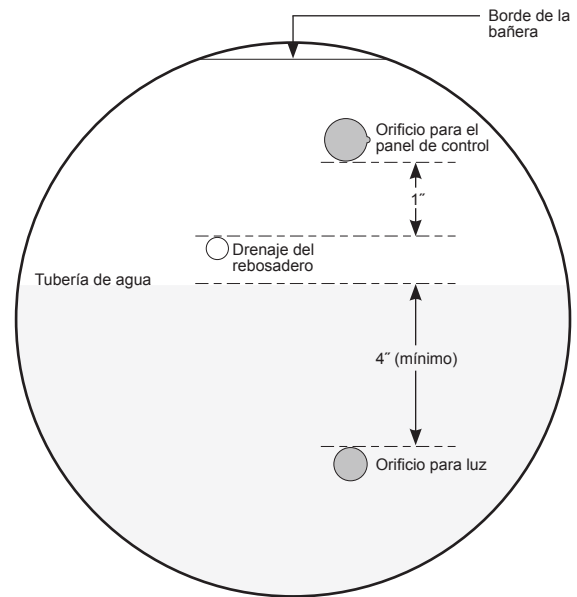

Figura 3 - Patrón de orificios
- 3 Marque la línea central del patrón de dos orificios (Figura 3). Es fundamental que el orificio con muesca de $\frac{5}{32}$ " de diámetro esté ubicado correctamente o el panel de control no estará centrado ni derecho.